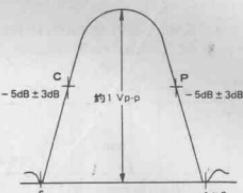

图 7
⑥用 120 Ω 的阻尼电阻与 R 217(于 IF 装置之中)并联相接;
⑦将 IF 装置的销③接地, AFT 即为关闭;
⑧调节 IF AGC 的电压, 使其输出电平为 1 Vp-p;
⑨确认所得全波形如图 7 所示。